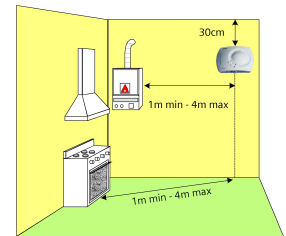

Fig.1: Rivelazione gas metano
**ESN14.G - ESN16.G - ESN26.G:** In alto 20-30cm dal soffitto per la rivelazione di gas leggeri come il metano (fig.1).